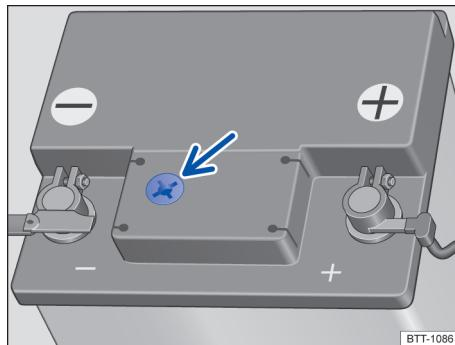

Fig. 154 No compartimento do motor: exemplo de posição do visor no lado superior da bateria do veículo.
- O visor redondo → Fig. 154 na parte superior da bateria do veículo muda de cor conforme o nível do eletrólito.